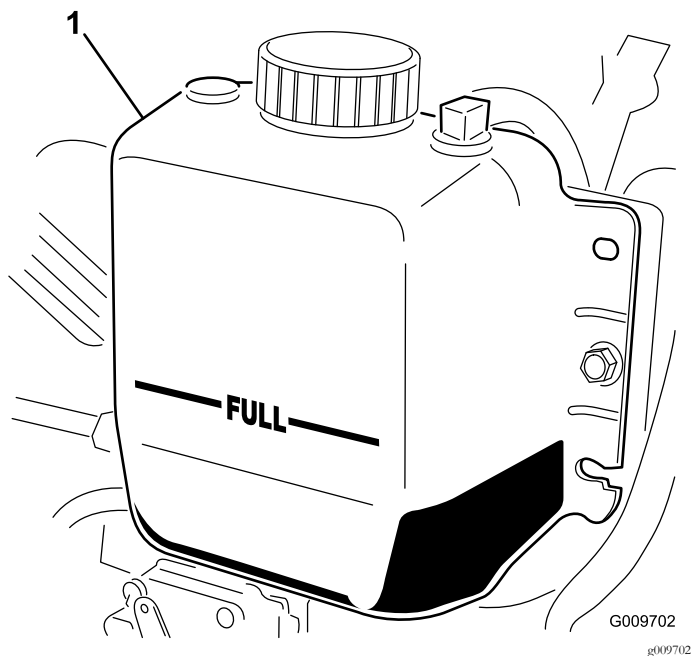

图61
2. 检查散热器冷却液液位。散热器中的冷却液应添加至加液口颈的顶部而膨胀水箱中的冷却液应添加至已满标记处 图61。